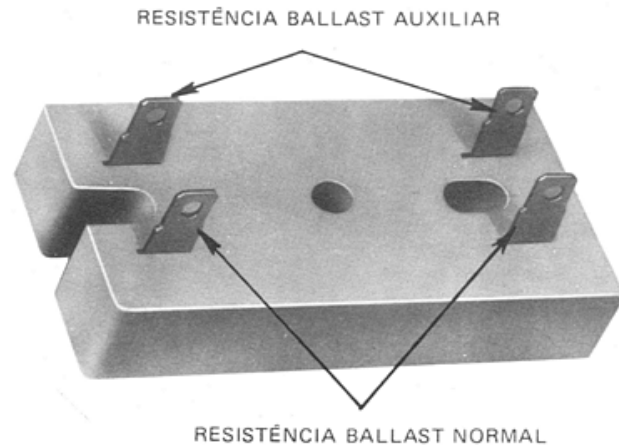

Fig. 2 Resistência Ballast Dupla
b) Verificar se a folga entre o sensor magnético e o eixo do relutor é de .008," se houver alguma discrepância ajustar no parafuso de fixação do sensor magnético (Fig.2).